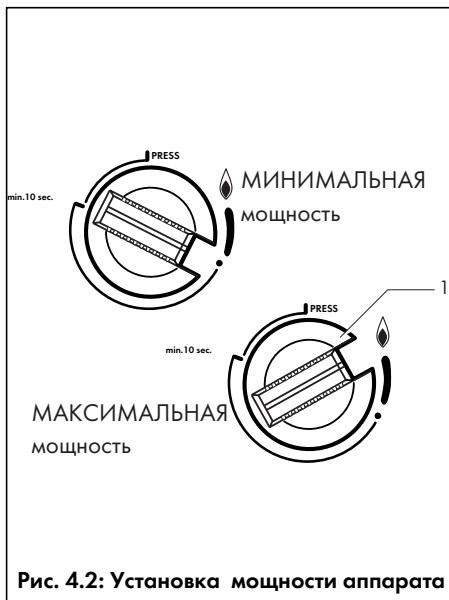

Рис. 4.2: Установка мощности аппарата
- Поверните поворотный переключатель (1) дальше влево против часовой стрелки, установив его из положения ↗ "РОЗЖИГ" в положение ↓ ... ↓ "ГОТОВНОСТЬ К РАБОТЕ". (от минимальной до максимальной мощности аппарата, см. рис. 4.2). При этом запальное пламя остаётся горящим.